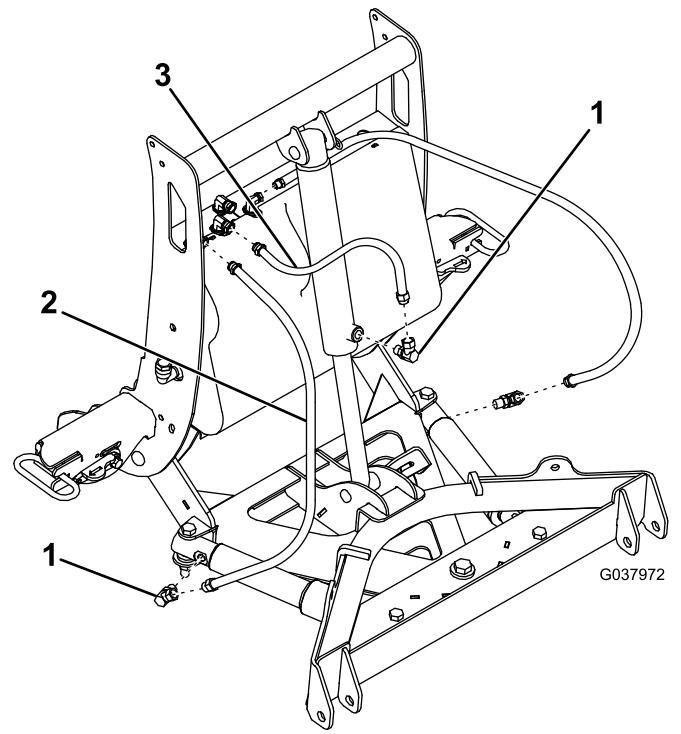

Bild 6
- Bringen Sie ein 90°-Anschlussstück am unteren Anschluss des Hubzylinders an, verwenden Sie hierbei Gewindesperrmittel (Bild 6).
- Schließen Sie den 39 cm langen Hydraulikschlauch am mittleren Anschlussstück am Hydraulikfach und am vorher befestigten 90°-Anschlussstück an (Bild 6). Drehen Sie das Anschlussstück, bis es handfest angezogen ist, und drehen es dann um weitere zwei oder drei Umdrehungen.
- Verwenden Sie Gewindesperrmittel und befestigen das 90°-Anschlussstück am rechtwinkligen Zylinder am Schubrahmen (Bild 6).
- Schließen Sie den 76 cm langen Hydraulikschlauch am rechten Anschlussstück am Hydraulikfach und am vorher befestigten 90°-Anschlussstück an (Bild 6). Drehen Sie das Anschlussstück, bis es handfest angezogen ist, und drehen es dann um weitere zwei oder drei Umdrehungen.